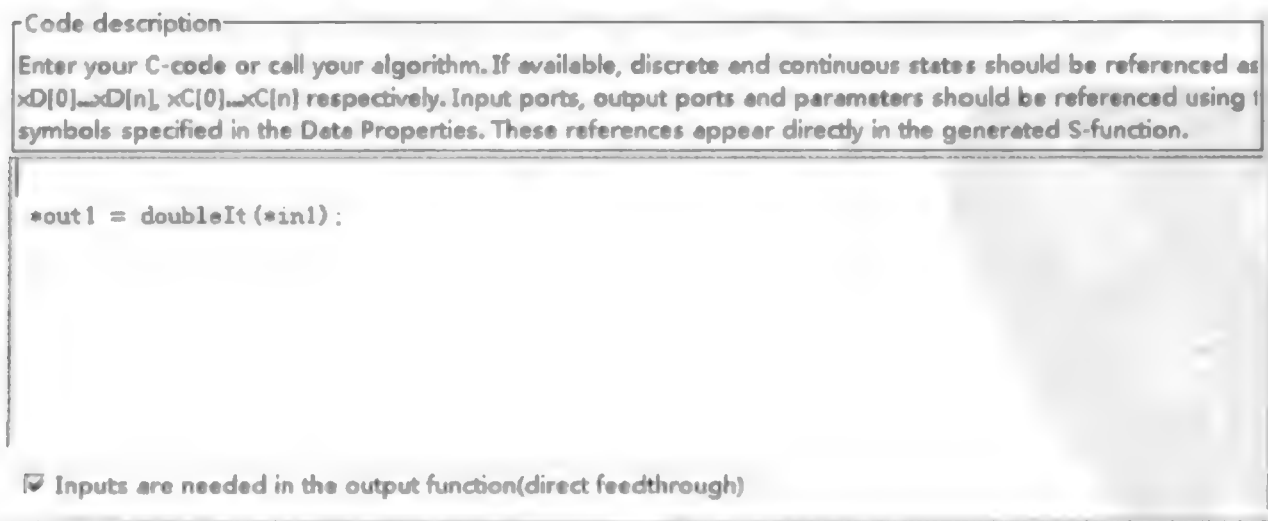

图 4.1.14 输出界面
(5) 在输出界面中输入 *out1 = doubleIt(*in1), 如图 4.1.14 所示。